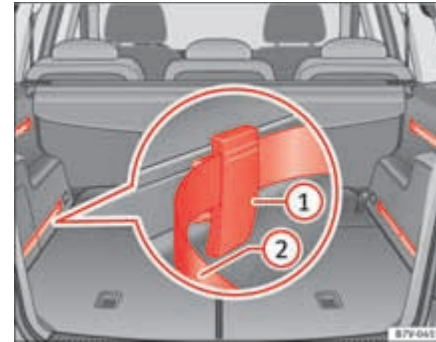

Abb. 96 Im Gepäckraum: Schienensystem mit Schienen, verschiebbaren Fixierelementen ① und fixierbarem Spannbänder ②.
- Fixierelement mit den Rillen nach oben ⇒ Abb. 96 ① von oben in die Schiene einsetzen und unten andrücken.